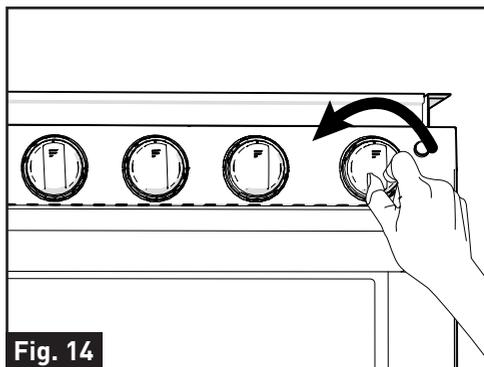

Fig. 14
4. Pousser et tourner le bouton de commande vers la gauche jusqu'à la position LITE. (Fig. 14)
3. Pousser et tourner le bouton de commande vers la gauche jusqu'à la position LITE. (Fig. 14)